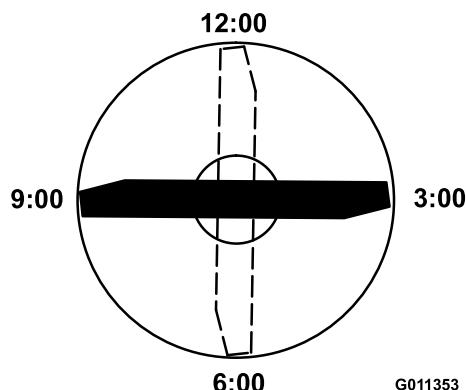

Figura 82
4. Orientate il tagliente dell'estremità marcata della lama sulle ore 12 (esattamente in avanti, nel senso di falciatura) (Figura 82) e misurate l'altezza tra il banco e il tagliente della lama.
5. Ruotate l'estremità marcata della lama sulle ore 3 e sulle ore 9 (Figura 82) e misurate le rispettive altezze.